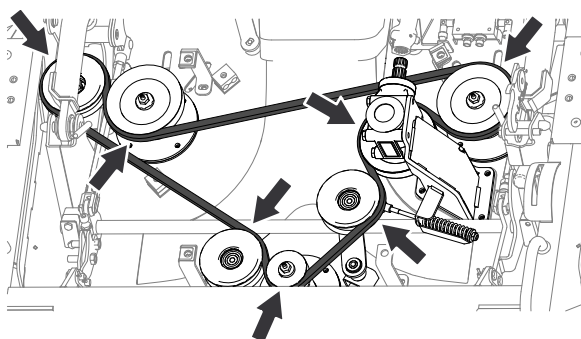

Bild 134
1. Verlegen Sie den neuen Riemen um die Riemenscheiben, wie in Bild 134 abgebildet.